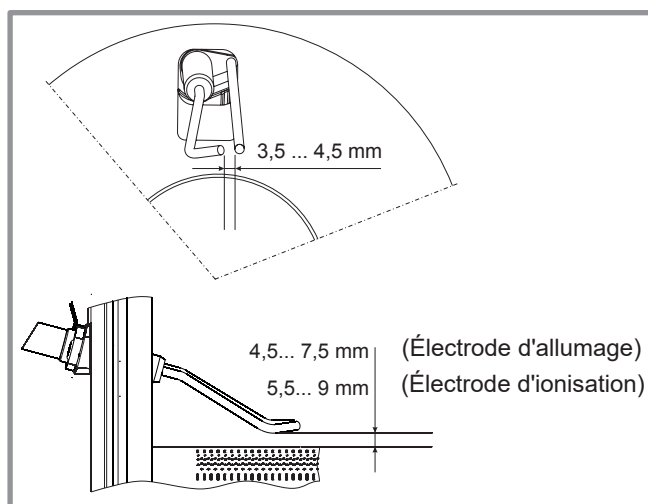

figure 47 - Réglage des électrodes
- Vérifier l'écartement et le positionnement des électrodes (figure 47).